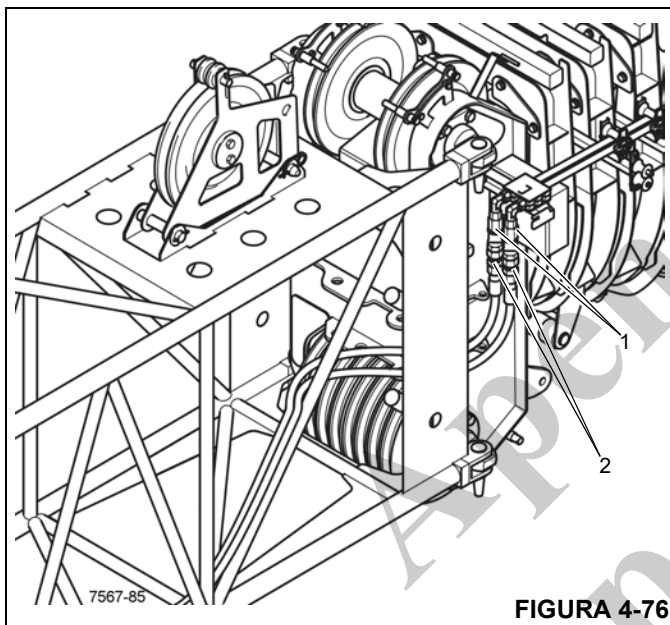

FIGURA 4-76
1. Se necessário, instale as mangueiras hidráulicas (1) (Figura 4-76) na extremidade da lança, consulte *Conexões hidráulicas da extensão (extensão hidráulica opcional)*, página 4-35.
2. Direcione as extremidades curtas (2) para o cabeçote da lança principal.
3. Remova as tampas de proteção e conecte as extremidades curtas (2) nos conectores da extremidade da lança (1).
1. Desconecte as extremidades curtas da mangueira (2) dos conectores da extremidade da lança (1) (Figura 4-76).
3. Direcione as extremidades curtas (2) dentro e coloque-as na dianteira da escora transversal inferior de modo que não fiquem penduradas.